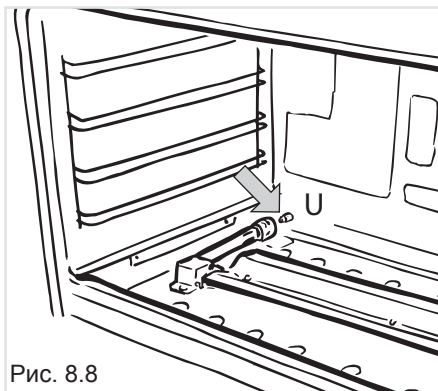

Рис. 8.8
- Снимите горелку, как показано на Рис. 8.8, и расположите ее внутри духовки, не снимая. Будьте очень осторожны: не повредите провод электрического розжига и индикатор предохранительного клапана.
- С помощью торцового ключа на 10 мм замените форсунку (как показано стрелочкой на Рис. 8.8) согласно информации, представленной в «Таблице с данными о форсунках» и установите в прежнее положение горелку, выполняя все операции в обратном порядке.